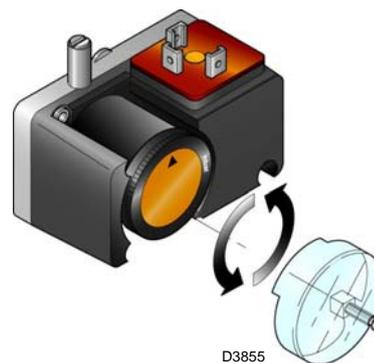

Abb. 35
- Regeln Sie den Druckwächter zur Kontrolle der Dichtheit (Kit PVP)(Abb. 35 auf Seite 38), wenn vorhanden, gemäß den dem Kit beiliegenden Anweisungen.
Regeln Sie den Druckwächter zur Kontrolle der Dichtheit (Kit PVP) (Abb. 35), wenn vorhanden, gemäß den dem Kit beiliegenden Anweisungen.